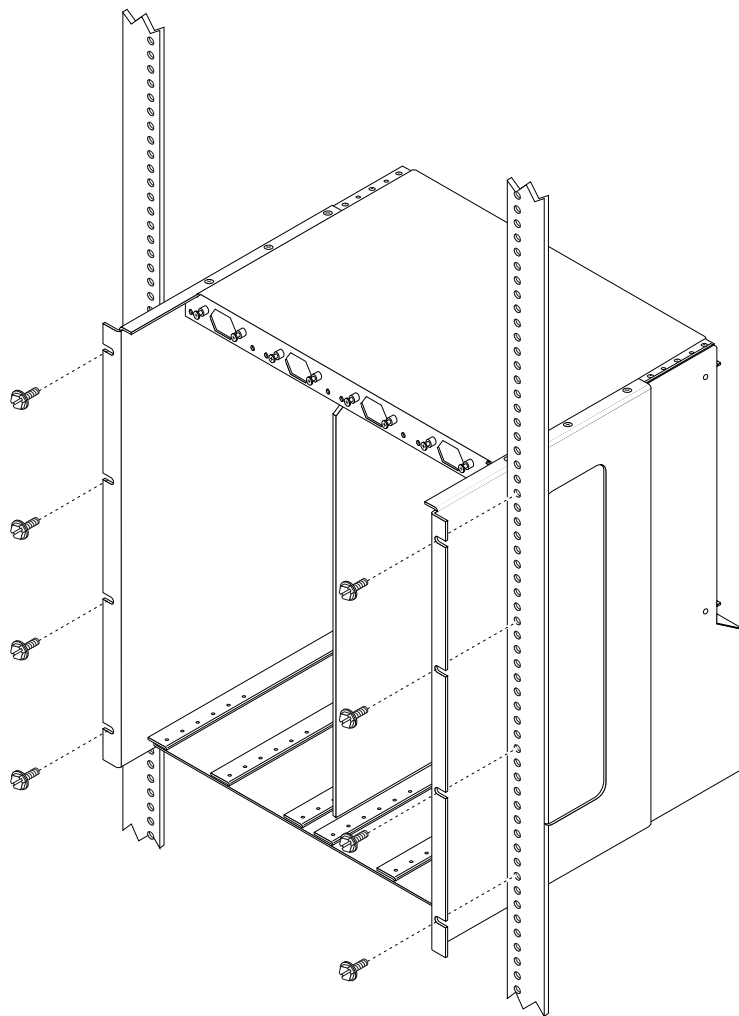

图 3-3 将 Netra ct 机箱装配到支架中
1. 将 Netra ct 机箱抬高到支架的适当高度，使机箱侧面的装配孔与支架轨中的孔对齐（图 3-3）。